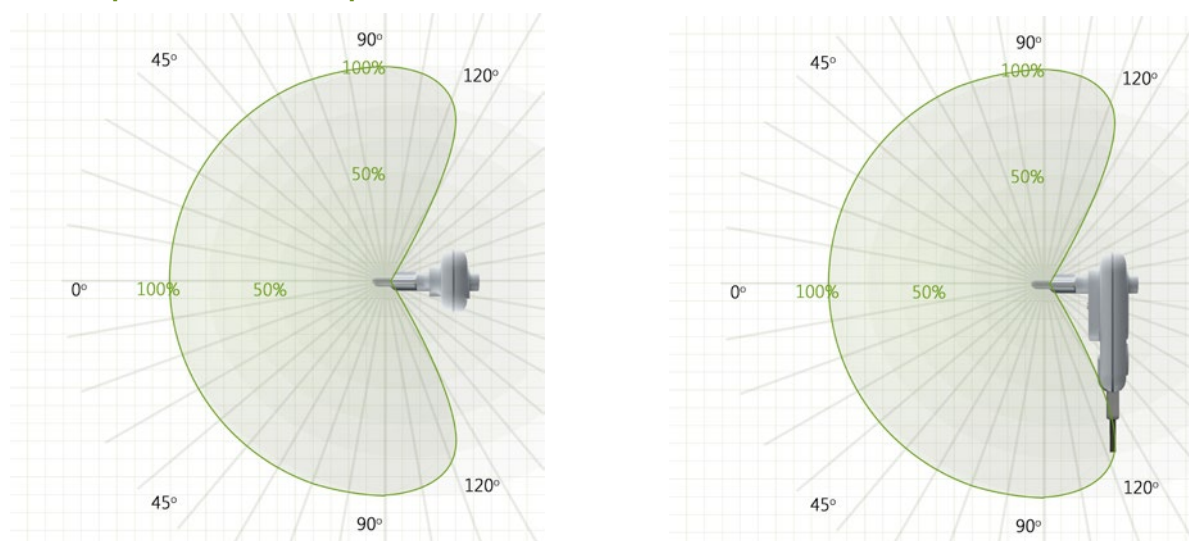

Рисунок 1.4 - Диаграмма направленности ВОД
- используя источник света, проверить соответствие срабатывания ВОД I, ВОД II, ВОД III, выходных реле и светодиодной сигнализации алгоритму работы устройства (см. рисунок 1.4);